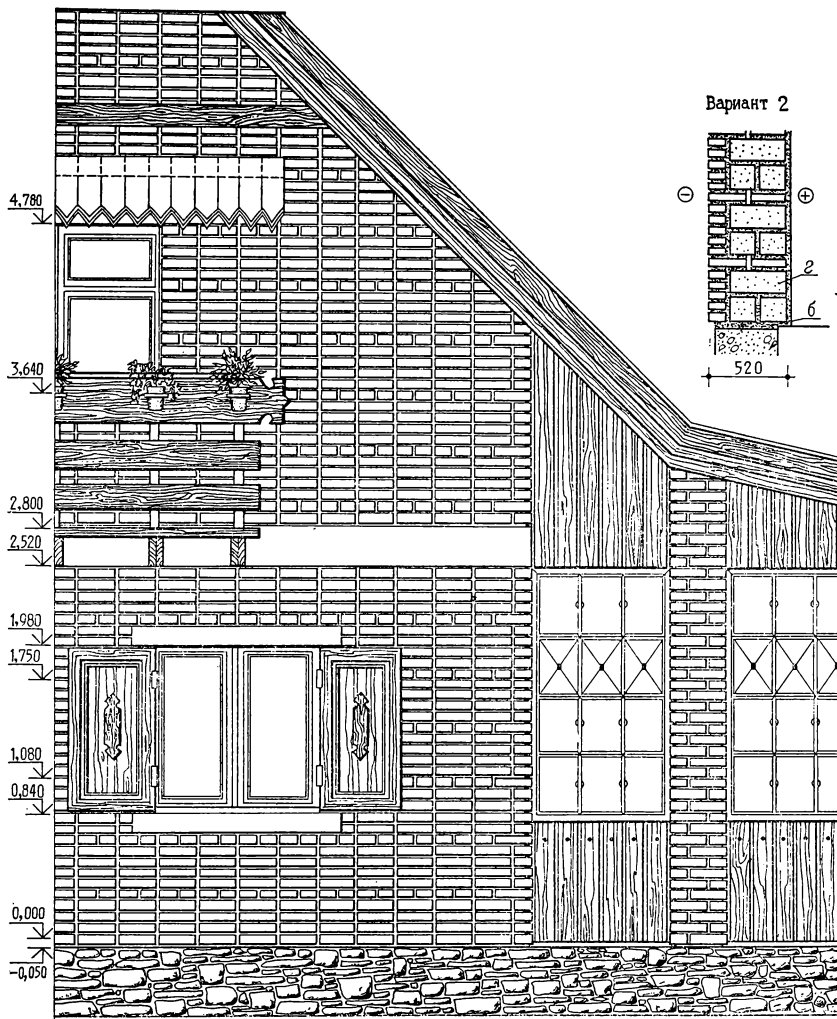

Рис. 20. Продолжение
**Стены.** Проще всего приобрести стандартный щитовой домик или возвести стены из кирпича, сделав облегченную кладку с утеплением, сложить их из ячеистых газосиликатных либо керамзитобетонных блоков (рис. 20). Если же нет этих материалов, используют кирпичный бой из старых, идущих на снос домов или кладут комбинированную конструкцию. Наружный облицовочный слой делают из хорошего кирпича с расшивкой швов, внутриместные материалы (ракушечник, саман, природный камень и пр.). По старым рецептам блоки кладут на глиносоломенной связке. В таких домах зимой тепло, а летом прохладно. Снаружи стены штукатурят фактурным слоем или выравнивают и белят. Некоторые расширяют швы, получая красивую поверхность каменной стены.
Рис. 20. Стены усадебного дома, выполненные облегченной кладкой с заполнением внутренних пустот утеплителем. Вариант 1 — красный лицевой кирпич с белым швом; вариант 2 — белый силикатный кирпич с черным лицевым швом («липецкая» кладка). Обрамления окон и междуэтажный пояс оштукатурены мелким набрызгом на белом цементе с добавкой слюды, битого фарфора и стекла: